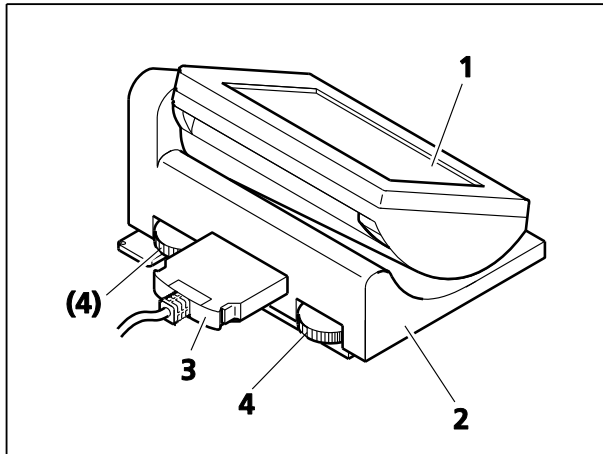

Fig. 39 Fixation de l'écran TFT sur la station d'accueil
- Placer l'écran TFT (Fig. 39/1) sur la station d'accueil (Fig. 39/2) et le visser dessus à l'aide de la clé Allen fournie. S'assurer que le contact enfichable est inséré avec précision dans l'orifice.
- Utiliser le câble de connexion (Fig. 39/3) pour relier la station d'accueil au port **DOC** situé à l'arrière du statif.
- L'inclinaison de l'écran TFT peut être réglée à l'aide des deux molettes de réglage (Fig. 39/4) situées à l'arrière de la station d'accueil.